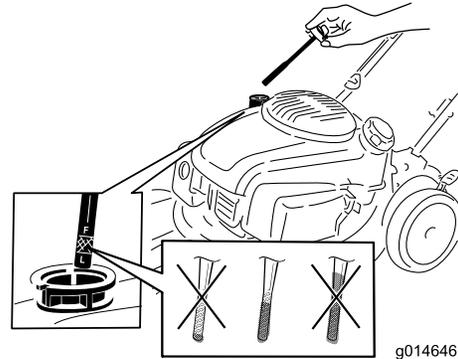

Figura 5
1. Retire la varilla (Figura 5).
2. Vierta aceite **lentamente** por el tubo de llenado hasta que el nivel de aceite llegue a la marca de Lleno de la varilla (Figura 5). **No llene demasiado.** (Capacidad máxima: 0.65 L, tipo: aceite detergente 10W-30 o SAE 30, con clasificación de servicio API, SJ, o superior.)
**Nota:** Cada vez que compruebe el nivel de aceite, retire la varilla y límpiela, introdúzcala en el cuello de llenado de aceite (**sin enroscarla**), luego retírela de nuevo y compruebe el nivel (Figura 5).